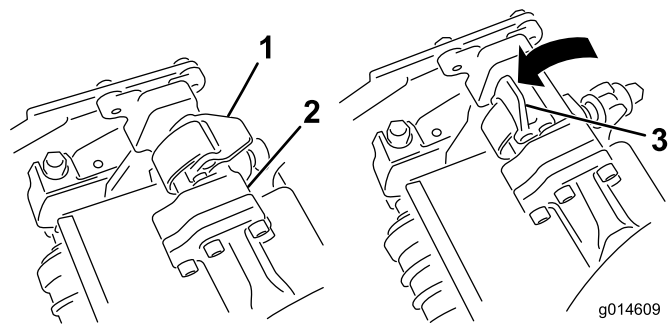
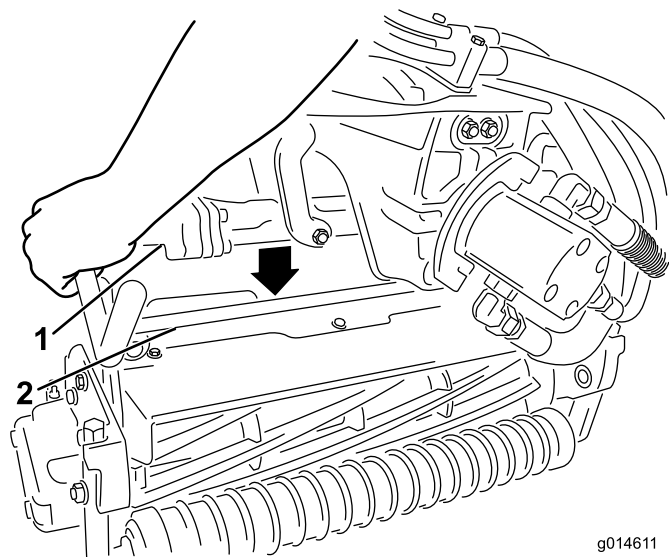

図 48
図 49
4. ラッチを下げて閉じるとカッティングユニットのバーがロックされてユニットがアームにセットされる 図 48。
3. サスペンションアームのバーについているラッチを上向き開いた状態にして 図 48、サスペンションアームを押し下げて、バーを、カッティングユニットのバーの上に被せるようにする 図 49。
4. 取り外したいカッティングユニットのサスペンションアームのバーについているラッチを開く(図 48)。